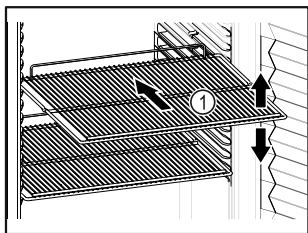

Fig. 57
- Legroosters Fig. 57 (1) afhankelijk van de benodigde hoogte aanbrengen.